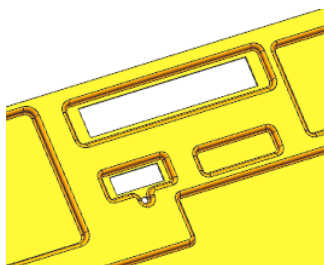

图 8-69 创建法向除料特征
(4) 返回到“法向除料”对话框，单击按钮，创建法向除料特征，如图 8-69 所示。